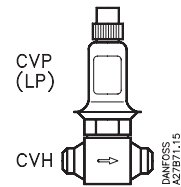

Fig. 9
Pilotventilen har nøglevidden 32 mm og bør tilspændes med et moment på 50 Nm (5 kpm). CVP eller CVPP kan desuden monteres separat i et ventilhus, og anvendes som pilotventil eller selvstændig ventil. Se fig. 9 og 10. Anvendes CVP/CVPP + ventilhus CVH som pilotventil, monteres enheden i en pilotledning med gennemstrømning imod hovedventilen. Nippelen (6) på CVPP tilsluttes et eksternt styret tryk. CVP/CVP (LP) må ikke udsættes for trykpulsationer fra kompressorens side.
Type CVP or CVPP can also be mounted separately in a valve housing, and used as a pilot valve or an independent valve. See figs. 9 and 10. If the CVP/CVPP + valve body CVH is used as a pilot valve the unit is mounted in a pilot line with flow towards the main valve.
CVP oder CVPP können ausserdem separat in ein Ventilgehäuse eingebaut und als Pilotventil oder als selbständiges Ventil verwendet werden. Siehe Fig. 9 und 10. Bei Verwendung von CVP/ CVPP + Ventilgehäuse CVH als Pilotventil ist die Einheit mit Durchfluß in Richtung des Hauptventils und eine Pilotleitung einzubauen. Der Nippel (6) des CVPP ist an einen externen Steuerdruck anzuschliessen. CVP/CVPP (LP) dürfen nicht Pulsationen von der Druckseite des Kompressors ausgesetzt sein.